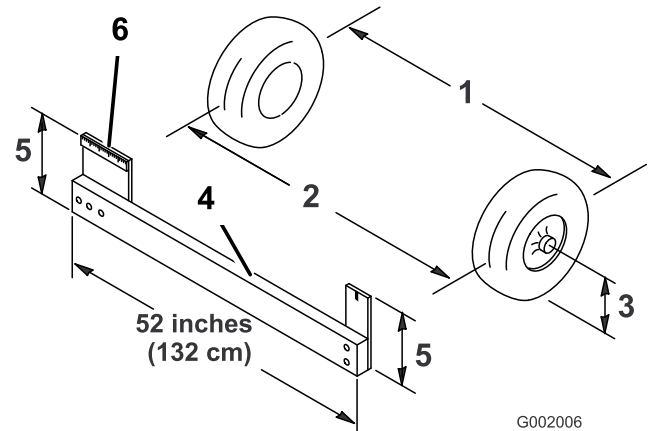

Figura 58
4. Misurate la distanza tra i pneumatici anteriori all'altezza dell'assale, davanti e dietro le ruote anteriori (Figura 58). Per rilevare la misura posteriore dei pneumatici anteriori all'altezza dell'assale occorre un attrezzo o un calibro di allineamento; usate lo stesso attrezzo, o calibro di allineamento, per rilevare con precisione la misura anteriore dei pneumatici anteriori all'altezza dell'assale (Figura 58).